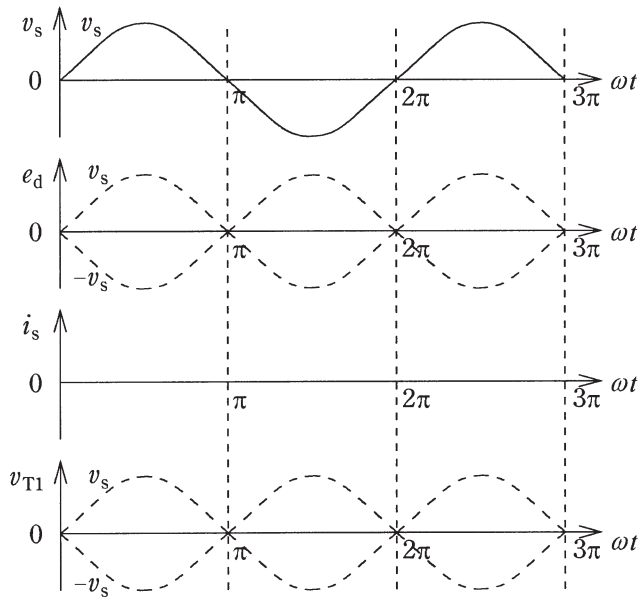

图 2
- (1) 交流電源電圧を $v_s = \sqrt{2}V \sin \omega t$ として、制御角 α で運転しているときの直流電圧 e_d の平均値 E_d を表す式を、 V 及び α を用いて示せ。
- (2) 制御角 $\alpha = 150^\circ$ のインバータモードで運転していて、直流電流 i_d は $i_d = I_d$ 一定の定常状態とする。図2が答案用紙に印刷されているので、直流電圧 e_d 、交流電流 i_s 、及びサイリスタ T_1 に印加される電圧 v_{T1} の波形を太い線で明確に描け。
- (3) 上記(2)において、交流電源の周波数を $f = 50 \text{ Hz}$ とする。このときのサイリスタの転流余裕角 γ $[\circ]$ はいくらであるか。また、サイリスタをターンオフさせる逆バイアス時間 (ホールドオフ期間) t_{off} $[\text{ms}]$ はいくらになるか。
- (4) 上記(2)の定常状態において、交流電源電圧は $V = 200 \text{ V}$ 、直流回路には直流電流 $I_d = 100 \text{ A}$ が流れているものとする。交流電源に送る有効電力 P $[\text{W}]$ 及び交流電流 i_s の基本波実効値 I_f $[\text{A}]$ はいくらであるか。
- (5) 次に、電池の電圧 E は電流、充電量などに関係なく一定であるとして、上記(4)の状態から交流電源に送る有効電力を2倍に増加させたい。他励インバータの制御角 α を過渡的にどのように変化させ、そしてその後どのような定常状態の値になるように制御すればよいかを説明せよ。